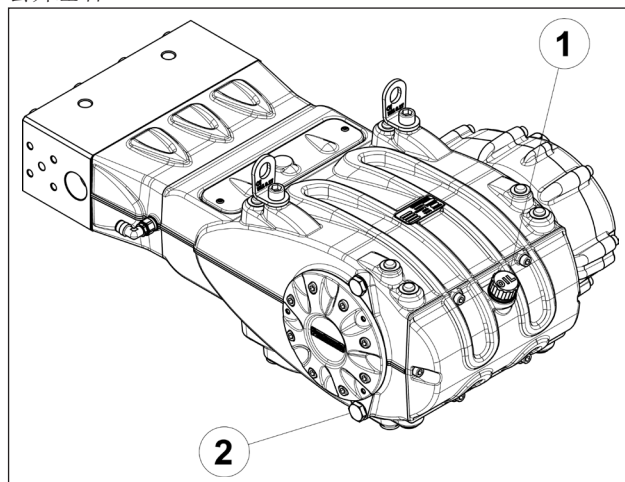

图 3
通过图 3的位置①上标有刻度的专用液面杆来检查油料液面。如有需要应进行加注来恢复正常的液面水平。
必须在泵处于工作温度的情况下,通过取下顶盖(②,图 3)进行换油。